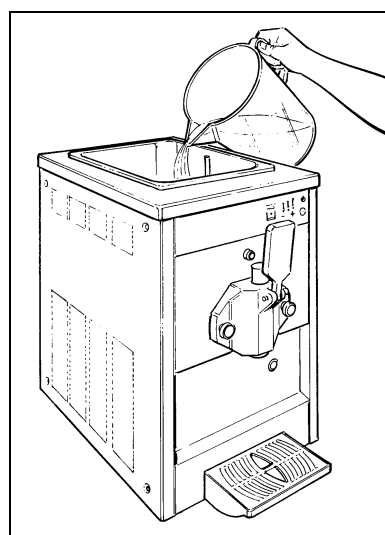

Fig. 6
- Versare il prodotto nella vasca superiore (fig.6) ed attendere che defluisca all'interno del cilindro di congelamento considerando che la capienza del cilindro è di circa 8 litri (2,1 galloni) mentre quella della vasca superiore è di circa 10 litri (2,6 galloni) per la MP ed MP2, circa 20 (5,3 galloni) per la MP1HC.